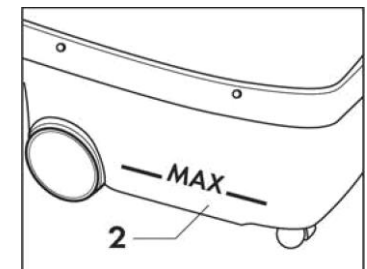

Abb. 5
Um eine einwandfreie Absaugung zu gewährleisten, 2,5 Liter Wasser in den Schmutzwasserbehälter (2) geben. Dadurch wird die Luft gefiltert und die Schmutzpartikel (Staub, Keime usw.) bleiben im Behälter zurück. Die angegebene maximale Menge nicht überschreiten (Abb. 5).